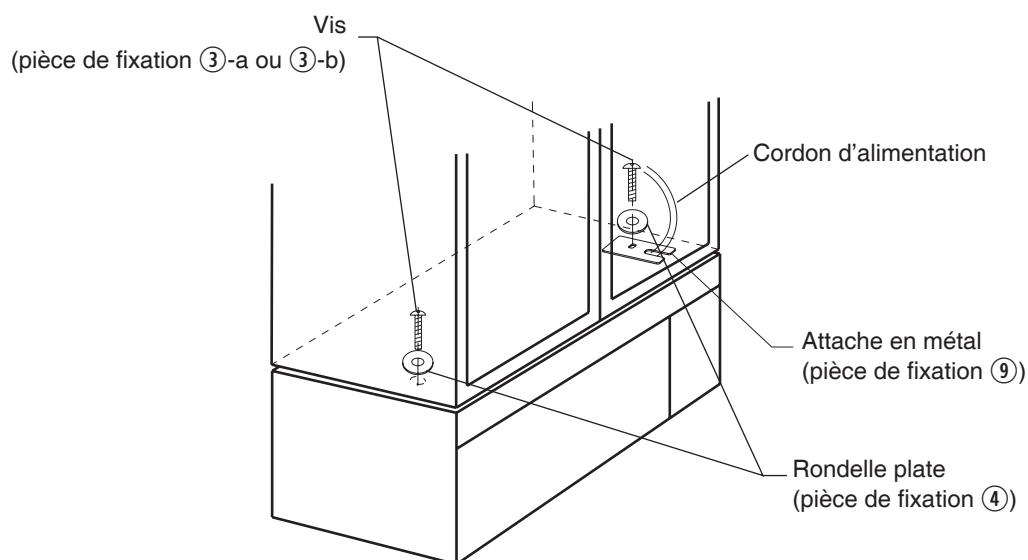

Fig. 4-3
6. Insérer une vis (pièce de fixation ③-a ou ③-b) avec une rondelle plate (pièce de fixation ④) dans le trou de gauche sur le fond de l'armoire du haut et dans le dessus du four. (Fig. 4-3)
Insérer une autre vis (pièce de fixation ③-a ou ③-b) avec une rondelle plate (pièce de fixation ④) et l'attache en métal (pièce de fixation ⑨) dans le trou de droite sur le fond de l'armoire du haut et dans le dessus du four. (Fig. 4-3)